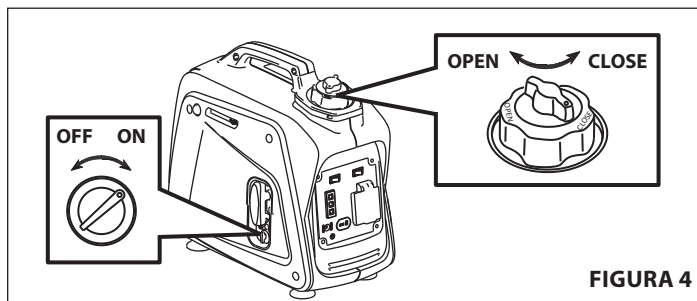

FIGURA 4
1. Gire el respiradero de la tapa del tanque de combustible hacia la posición **OPEN**. **CONSULTE LA FIGURA 4**
2. Gire la válvula de combustible hacia la posición **ON**. **CONSULTE LA FIGURA 4**
3. Gire la válvula de combustible hacia la posición **OFF**. **CONSULTE LA FIGURA 4**
4. Gire el respiradero de la tapa del tanque de combustible hacia la izquierda hasta la posición **CLOSED**. **CONSULTE LA FIGURA 4**